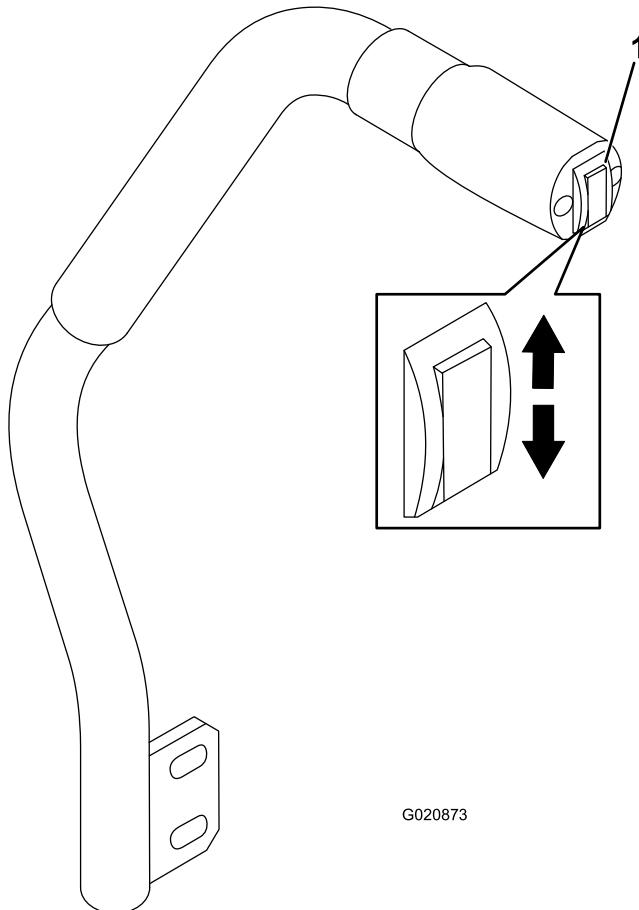

Figura 18
O interruptor de elevação da plataforma levanta e baixa a plataforma do cortador (Figura 18). O motor tem que estar a trabalhar para utilizar esta alavanca.
- Para baixar a plataforma do cortador, empurre o interruptor para baixo (Figura 18).
- Para elevar a plataforma do cortador, empurre o interruptor para cima (Figura 18).
1. Com o motor a trabalhar empurre para cima o interruptor de elevação da plataforma até que a plataforma de corte esteja completamente levantada e **solte imediatamente o interruptor** (Figura 18).